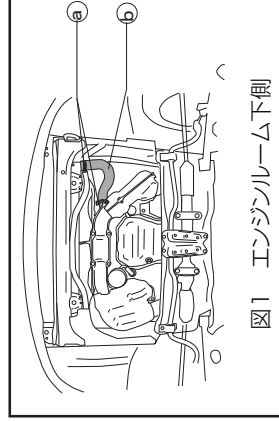

図1 エンジンルーム下側
- ロアホースのホースバンド (図 1-a) をゆるめ、ロアホース (図 1-b) を取り外して下さい。